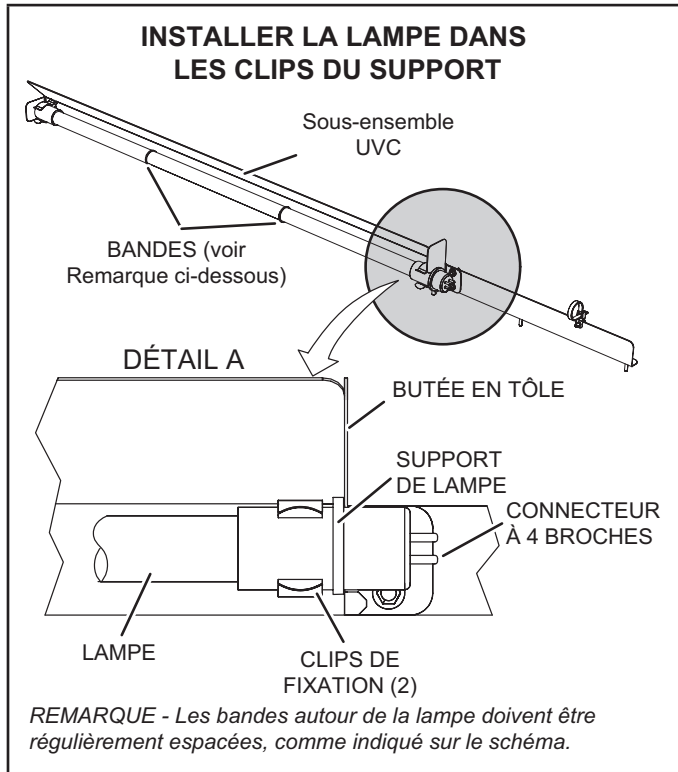

FIGURE 43
- 7 - Porter des gants en coton ou utiliser un chiffon en coton pour manipuler la nouvelle lampe. Placer la nouvelle lampe dans les clips de fixation de l'ensemble UVC. Vérifier que la bride de la lampe située à l'extrémité du connecteur est bien insérée entre le clip de fixation de la lampe et la butée métallique (voir FIGURE 43).